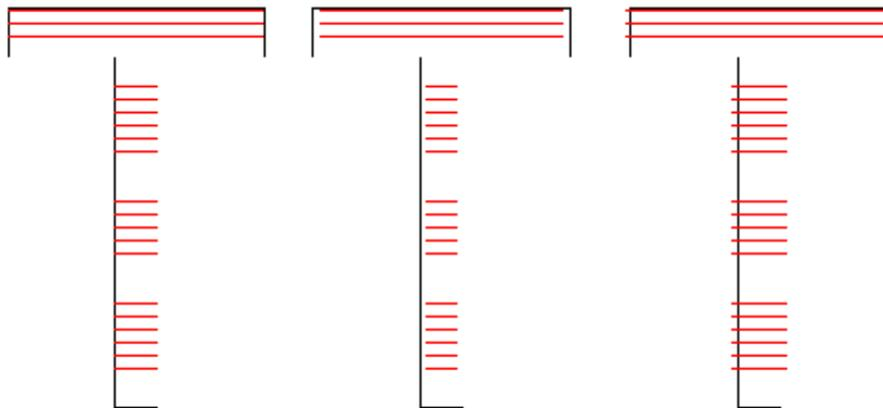

Figura 3-10 Reducción de línea
**Reducción de línea:** La línea de escotilla reduce ambos lados. (Figura 3-10)